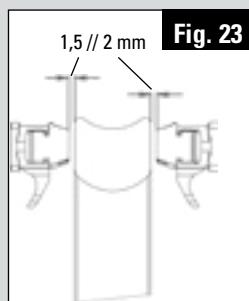

Fig. 23
1. Réglage garde patins (Clé Allen de 3mm, Fig. 23): **rotation horaire** : le patin **s'éloigne** de la jante // **rotation antihoraire** : le patin **se rapproche** de la jante.